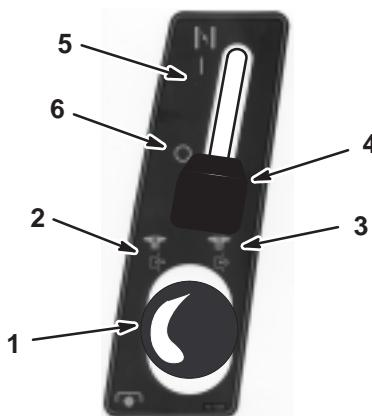
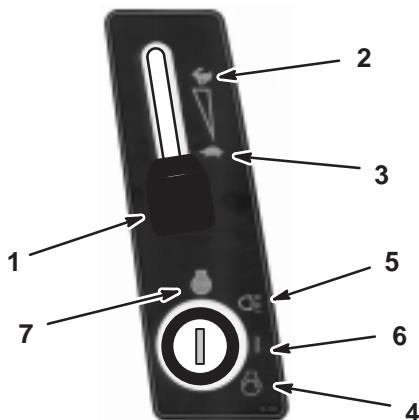

Figure 10
Figure 11
4. Désengagez la commande des lames (PdF) (voir la Figure 10).
5. Si le moteur est froid, placez la commande de starter en position En service (Fig. 10).
- Réglez la manette d'accélérateur en position de ralenti (Fig. 11).
- Tournez la clé de contact dans le sens des aiguilles d'une montre et maintenez-la en position de Démarrage (Fig. 11). Relâchez la clé quand le moteur démarre.
- Lorsque le moteur a démarré, amenez progressivement la manette de starter en position Hors service (Fig. 10) et la manette d'accélérateur en position Régime maximum (Fig. 11).
- Placez la manette d'accélérateur en position de Ralenti (Fig. 11).
- Tournez la clé de contact en position Contact coupé (Fig. 11).